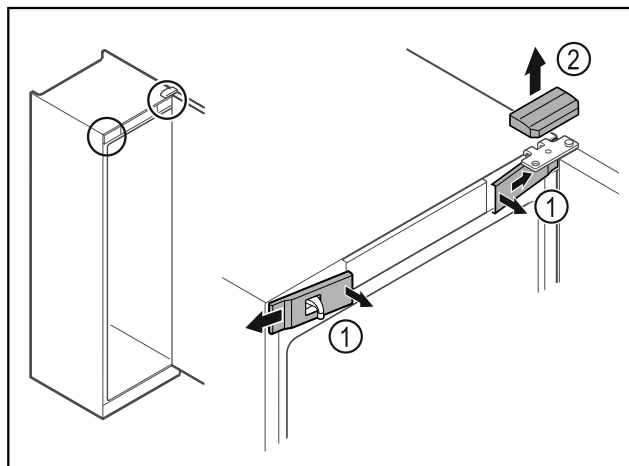

Fig. 16
- ▶ Откопчайте предните капаци Fig. 16 (1) отвътре и свалете настрани.
- ▶ Свалете горния капак Fig. 16 (2) нагоре.